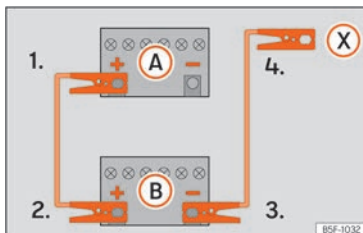

Fig. 68 Esquema de conexión para vehículos sin sistema Start Stop.
hículo con la batería descargada (A) » » » fig. 68.
3. Emborne el otro extremo del cable rojo de emergencia al polo positivo (+) del vehículo que suministra la corriente (B).
- 4a. En los vehículos sin sistema Start-Stop: emborne un extremo del cable negro de emergencia al polo negativo (-) del vehículo que suministra la corriente (B) » » » fig. 68.